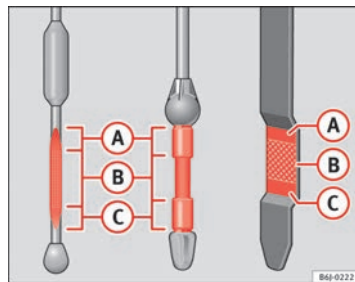

Abb. 167 Ölmesstab
- Den Messstab anschließend wieder herausziehen und den Ölstand ablesen ⇒ Abb. 167. Füllen Sie gegebenenfalls Motoröl nach.